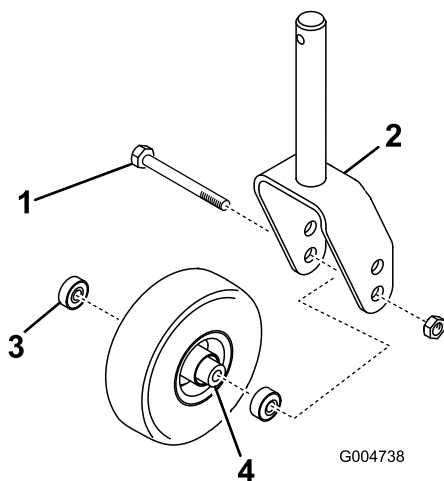

Рисунок 139
1. Выверните контргайку с болта, удерживающего узел поворотного колеса между вилок или рычагом поворотного колеса (Рисунок 139).
2. Захватите поворотное колесо и извлеките болт из вилки или поворотного рычага (Рисунок 139).
3. Извлеките подшипник из ступицы колеса и дайте выпасть распорной втулке подшипника (Рисунок 139).
4. Снимите подшипник с противоположной стороны ступицы колеса (Рисунок 139).